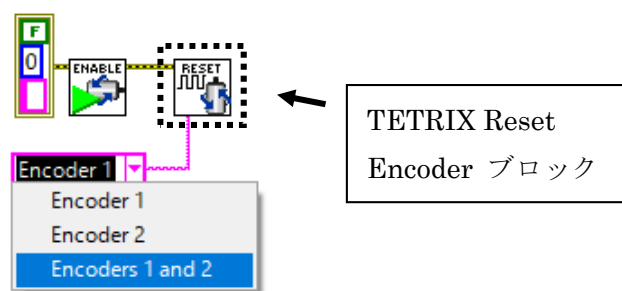

図10 ブロックの接続
(6) 「TETRIX Reset Encoder」ブロックの「Select Encoder」端子を右クリックして「作成」→「定数」を選択する。次に、図10のように追加されたブロックをクリックして「Encoders 1 and 2」を選択する。